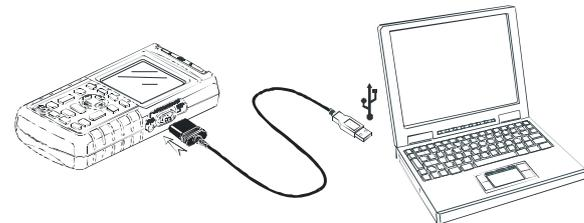

Figura 7-3. Collegamento al computer
- Utilizzare il cavo/adattatore RS-232/ RS-232 (OC4USB) per collegare un computer alla PORTA OTTICA dello strumento di misura. Vedere la Figura 7-3.